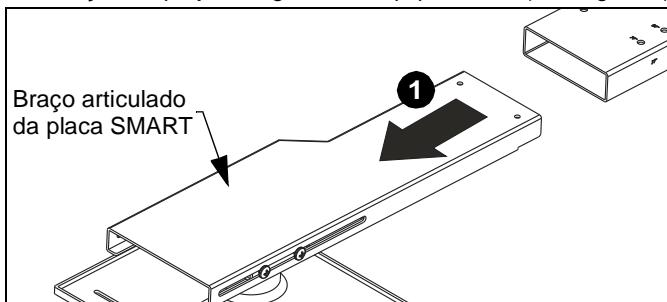

Figura 8
1. Remova a extremidade do braço articulado com chapa de fixação do projetor e guarde o equipamento. (Ver Figura 8)